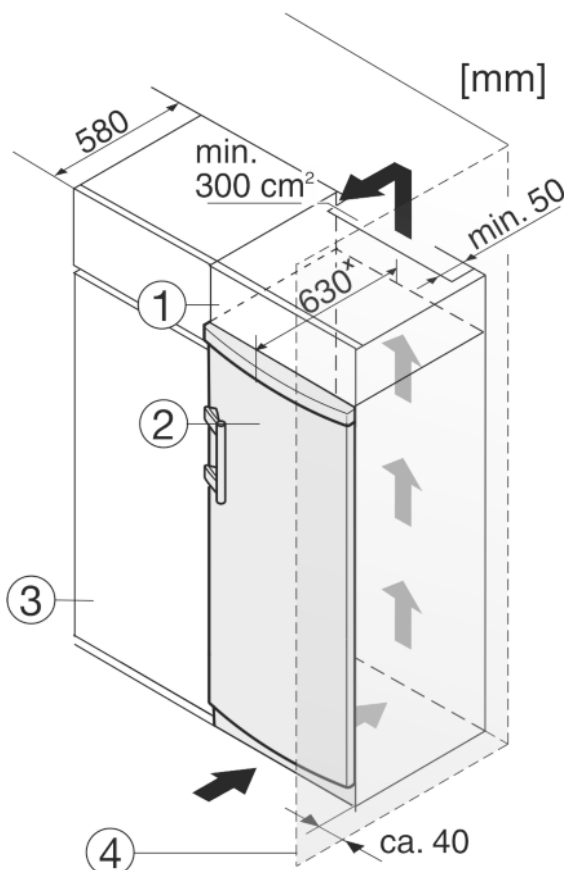

Fig. 11
- (1) Nástavná skřínka
- (2) Přístroj
- (3) Kuchyňská skřín
- (4) Stěna
Přístroj lze zabudovat do kuchyňských skříní. K vyrovnání přístroje Fig. 11 (2) na výšku kuchyňské linky lze na přístroj nasadit nástavec Fig. 11 (1).
Při montáži do kuchyňských skříní (hloubka max. 580 mm) lze přístroj instalovat hned vedle kuchyňské skříně Fig. 11 (3). Přístroj přesahuje přední stěnu kuchyňské skříně na stranách o 34 mm * a uprostřed o 50 mm *.
Když se přístroj instaluje závěsy vedle stěny Fig. 11 (4), musí být vzdálenost přístroje od stěny alespoň 40 mm. To odpovídá přesahu madla při otevřených dveřích.